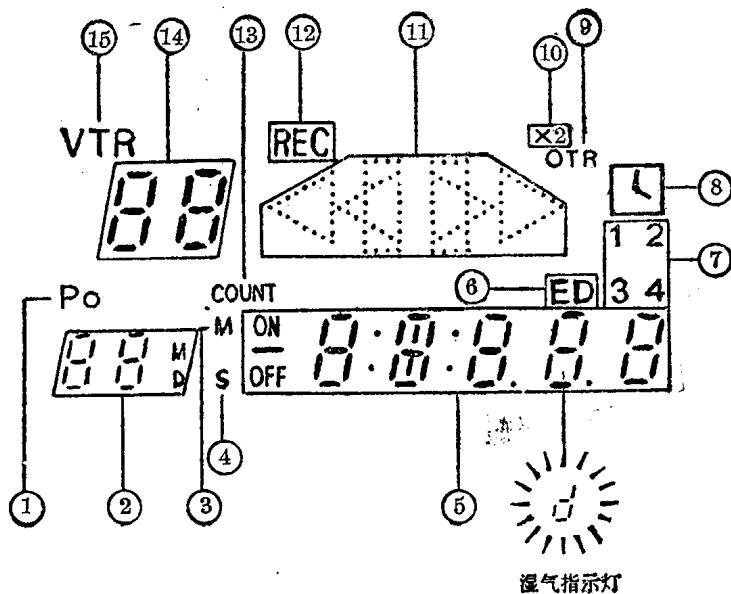

图 1-1-5 VTR 方式显示
② 准备 打开录像机供电开关VTR，指示灯亮，然后将前面板上的第⑫号按钮按下，它的作用是选定后面板上的射频RF输出的节目内容来源于VTR录像机的内部。可以是线路输入经过内部射频调制在CH-3或CH-4的，也可以是录像机内的高频头和中频，检波通道把天线接收到的某广播电视频道的信号解调为彩色复合视频信号，再调制到录像机输出的频道上。所以在收录监看时一定要选在VTR位置。选定后可以在多功能显示屏上看到VTR字样，如图1-1-5所示的⑯号位置，录像机录像模式指示灯亮，同时还听到“嘟”的一声。关于屏上的其他显示可以暂且不管。然后确认定时功能第⑬号按钮，处于“OFF”位置，这样才可插入带有防误抹片的录像带，直至进入带舱。如果选用的录像机是非NV-G30系列，那么，在决定收录电视广播节目时还须把录像机输入选择从线路状态转到调谐状态。一般在前面板小盒内有一个摄像机/调谐器(CAMERA/TUNER)选择开关，选在“摄像机”位置，表示从线路可输入视频、音频信号，而“调谐器”位置则转为接受录像机的RF射频输入通道有效，而摄像机的线路输入无效。但是，在NV-G30系列的录像机中，没有这个选择开关，那么在转为接受射频输入时就采用下面介绍的一种特定选用方法。